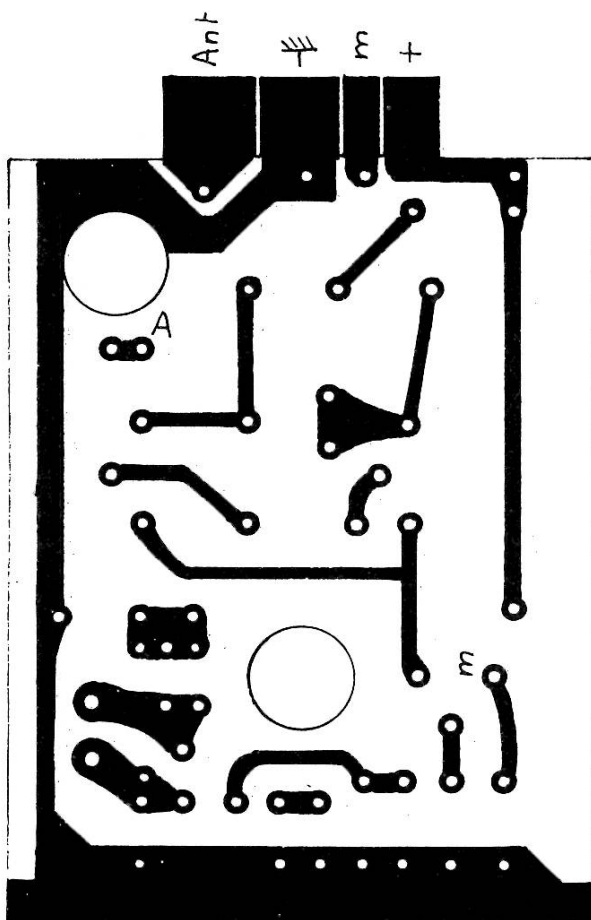
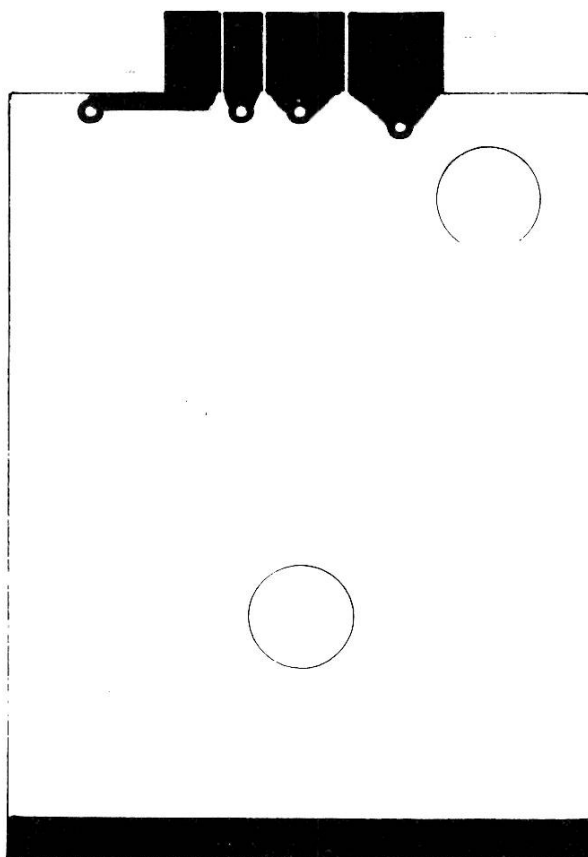

Fig. IV-2. — CI HF1 verso.
Fig. IV-3. — CI HF1 recto.
- Puis pour supprimer tout risque d'arrachement de la pellicule de cuivre, lors de l'extraction du tiroir, ce qui ne manquerait pas de se produire avec du simple face. Découper la plaquette selon les dimensions de la figure IV-2. Respecter scrupuleusement ces dimensions pour une parfaite interchangeabilité.
Procéder maintenant à la gravure du CI selon l'une des méthodes exposées au chapitre précédent. Percer. Etamer. (Fig. IV-2. pour le verso, Fig. IV-3. pour le recto).